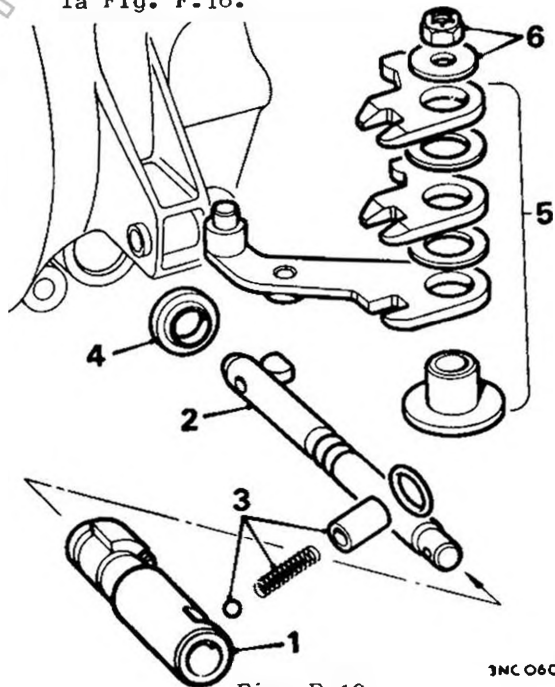

Fig. F.19
38. Rimuovere le leve, le rosette e la boccola del fulcro. Ved. la Fig. F.19. Prendere nota dei contrassegni di posizione riportati sulle leve a dito al fine di poterle rimontare nella loro posizione originaria.
39. Estrarre il manicotto e l'albero selezione marce dalla scatola. Ved. la Fig. F.19.
55. Rimontare la bussola e le leve a dito nel fulcro (nell'ordine corretto) e serrare a fondo il dado autobloccante. Fig. F.19.